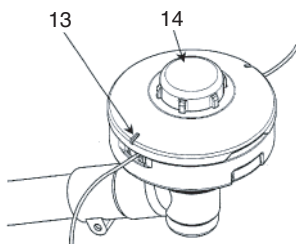

Fig. 8
- Vérifiez si le boîtier et le bouton sont usés. Si la marque de limite d'usure (13) sur le boîtier n'est plus visible ou qu'il y a un trou au bas (14) du bouton, changez immédiatement les nouvelles pièces. (Fig. 8)